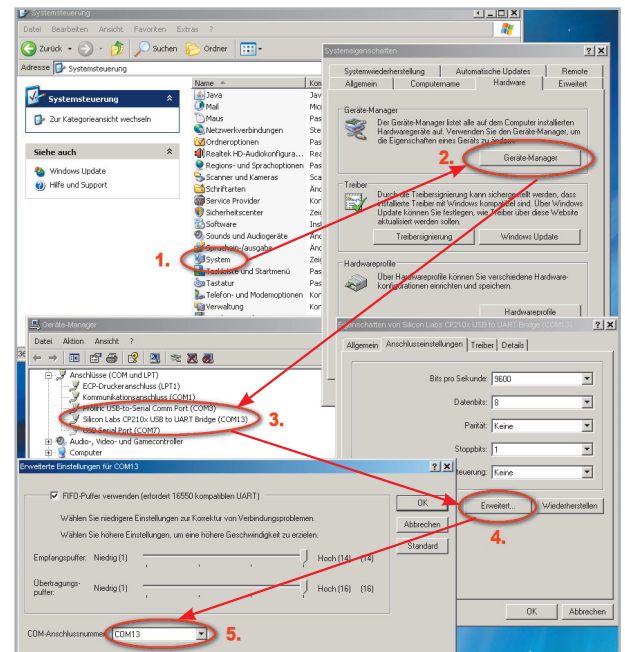

Bild 2: Hier erfolgt das manuelle Zuweisen eines virtuellen COM-Ports für den USB-Anschluss des USB-WDE1-2.
4. Nun ist im Windows-Gerätemanager zu prüfen, welcher COM-Port dem Gerät zugewiesen wurde. Dieser lässt sich im Gerätemanager über: „Eigenschaften“-> „Erweitert...“ ändern (siehe Abbildung 2).